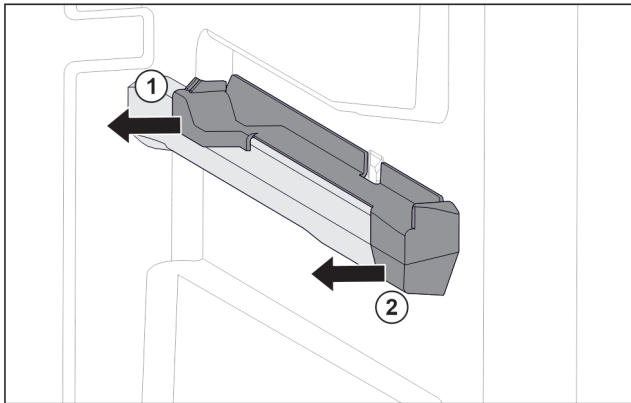

Fig. 67 Élément emboîtable sur la nervure de récipient droite
- ▶ Le retirer sur le côté par l'arrière. Fig. 67 (1)
- ▶ Le retirer sur le côté par l'avant. Fig. 67 (2)